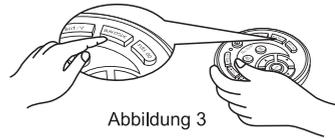

Abbildung 3
- Drücken DOCKING auf der Fernbedienung, wenn Sie möchten das der Reiniger an der Docking Station aufgeladen wird. Der Reiniger wird die Station suchen und sich aufladen. (Siehe Abbildung 3)